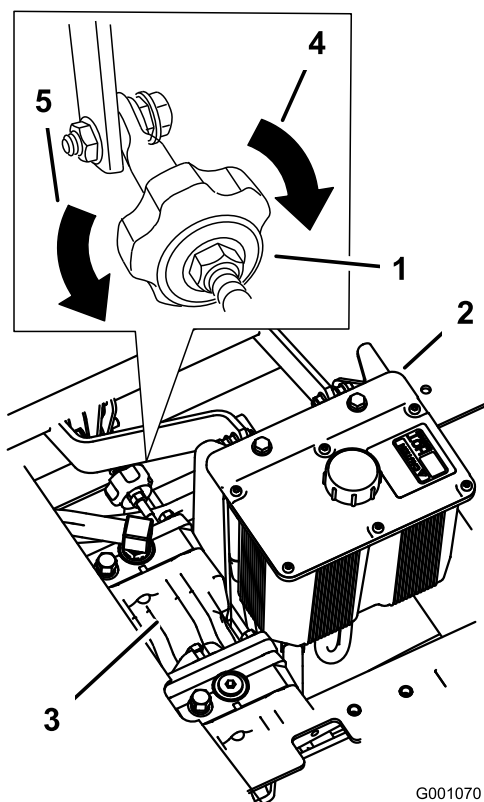

Figure 73
- Si la machine se déporte à droite, tournez le bouton vers la gauche de la machine ; voir Figure 73.
- Si la machine se déporte à gauche, tournez le bouton vers la droite de la machine ; voir Figure 73.